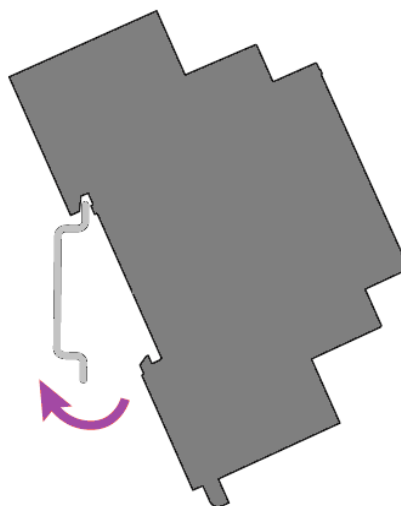

Рисунок 5 – Установка КСК2.4 на DIN-рейку
- 4 Подключите КСК2.4 согласно схеме подключения (см. рисунок 5).